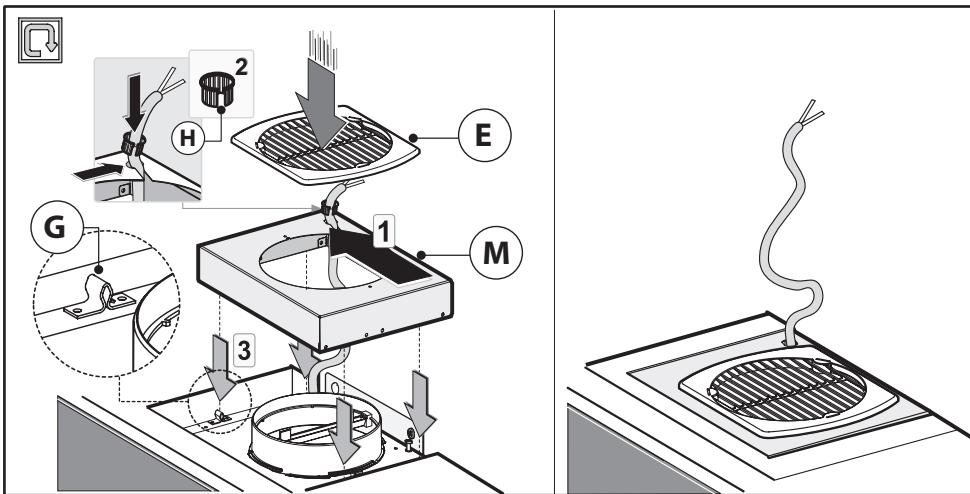

Fig.6
- Far passare il cavo di alimentazione sull'asola del cupolino **M** indicata in Fig.6.
che si agganci perfettamente ai perni di fissaggio **G** (**Fig.6**).